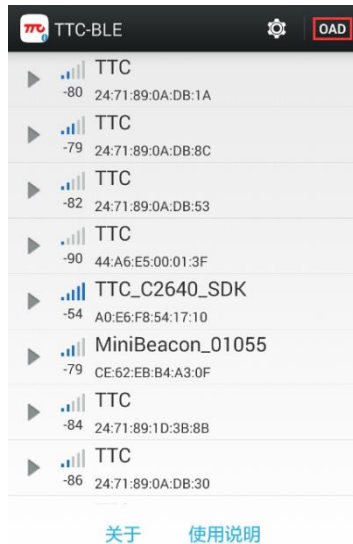

图 2-5-7 OAD 模式
- (3) 开启 APP，点击 OAD，进入 OAD 模式，如图 2-5-7；